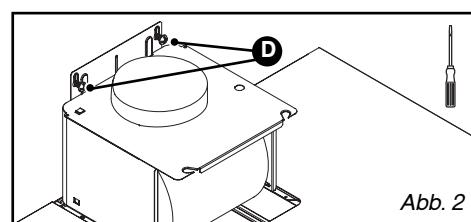

Abb. 2
- Die Dunstabzugshaube an den beiden Schrauben aufhängen. (D/Abb. 2).